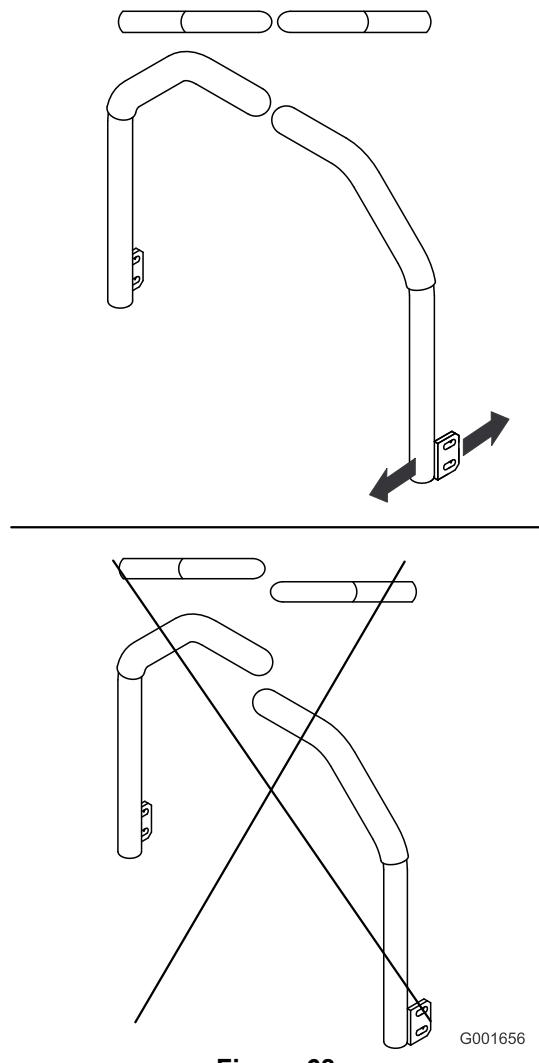

Figura 68
5. Ajuste las palancas de control de forma que queden alineadas entre sí (Figura 68) y apriete los pernos para fijar las palancas a los soportes.